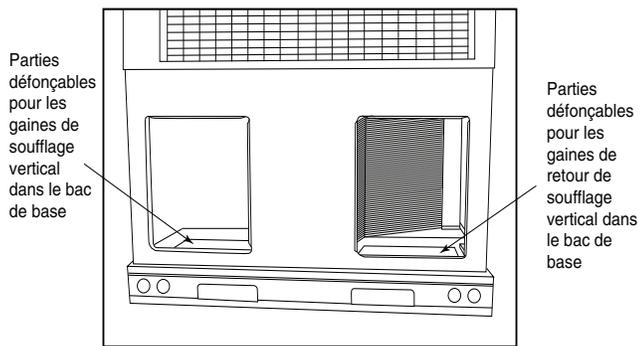

Figure 6 – Ouvertures d'air de soufflage et de retour
2. Retirez les couvercles de gaine métalliques horizontaux pour accéder aux parties défonçables pour les gaines de soufflage vertical dans le bac de base de l'appareil. (Consultez la Figure 6.)
REMARQUE: Ces couvercles sont maintenus en place par des liaisons semblables à celles utilisées pour les pastilles défonçables des composants électriques. Réinstallez les couvercles de gaine horizontaux (Figure 6) comme installés à l'usine. Vérifiez que les ouvertures sont étanches à l'air et à l'eau.